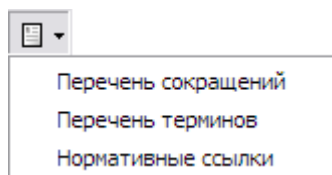
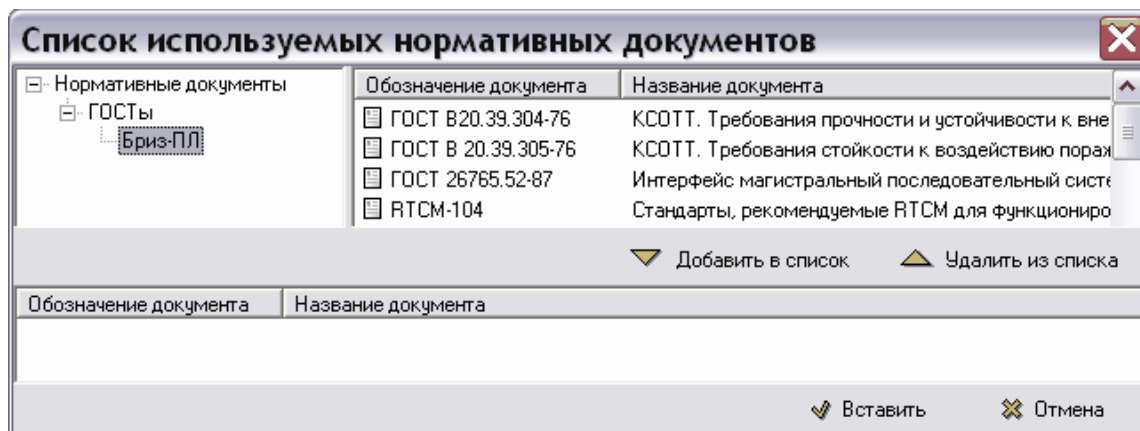

Рис. 3.103
Рис. 3.104
Для вставки в модуль данных информации из словарей используйте выпадающее меню инструмента **Сокращения, термины и определения** , который находится на панели инструментов **Объекты** (Рис. 3.103).
2. Из выпадающего меню инструмента **Сокращения, термины и определения**  выберите пункт **Нормативные ссылки** (Рис. 3.103). После этого появится диалоговое окно **Список используемых нормативных документов** (Рис. 3.104).
3. В левом верхнем окне откройте список нормативных документов и выделите нужную категорию. При этом в правом верхнем окне появится список документов (Рис. 3.104).